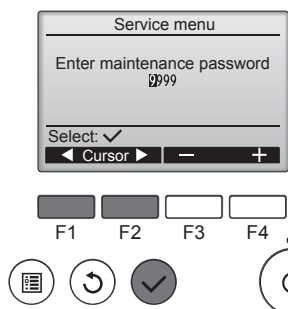

Fig. 7-2
- ① Selezionare "Service" (Servizio) da Menu princ, quindi premere il pulsante .
- ② Selezionando il Menu di Servizio, viene visualizzata una finestra che invita a digitare la password. (Fig. 7-2)